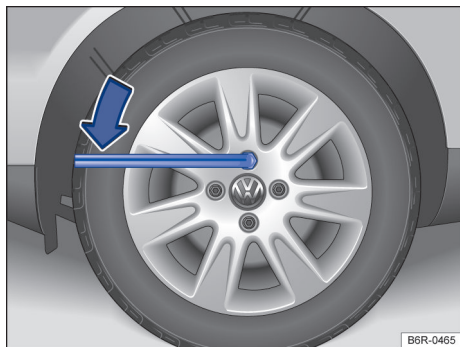

Fig. 145 Troca de roda: soltar os parafusos da roda.
- Encaixar a chave de roda no parafuso da roda até o batente → Fig. 145.